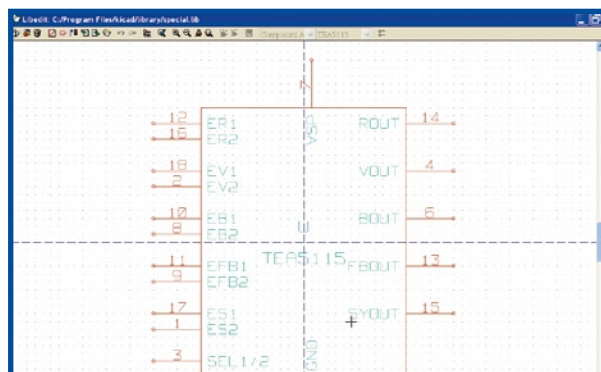

Figure 3.
La barre supérieure comporte divers outils : manipulation de fichiers (ouverture, sauvegarde) ; le bouton (B) permet de choisir le format de page (A4 à A0 et A à E ainsi qu'un format à définir par l'utilisateur) et de remplir les différentes rubriques du cartouche du schéma. La prochaine version de KiCad, dont la sortie semble imminente, apportera à **EeSchema** une fonction Undo/Redo (Annuler/Rétablir). Les deux icônes suivantes permettent l'appel du visualisateur/éditeur de composants **Libedit** (**figure 3**);